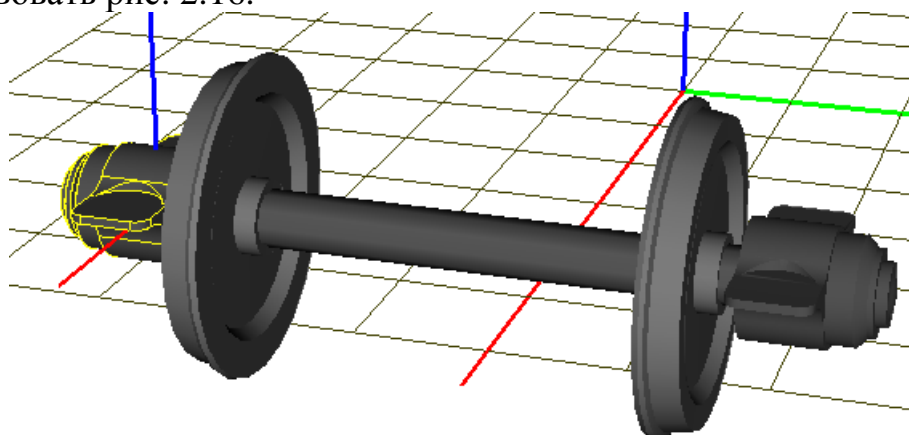

Рис. 2.17. Передняя КП с буксами
- Перейдите к списку шарниров и скопируйте вращательный шарнир первой буксы. Измените второе тело на Axle-box RF. Измените знак поперечной координаты буксы на оси КП -1.1. Результат представлен на рис. 2.17.